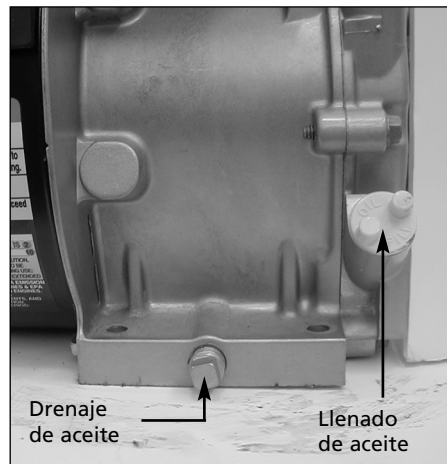

Figura 19 - Puntos de drenaje y llenado
- Localice y retire el tapón de drenaje de aceite del motor (vea la figura 19).